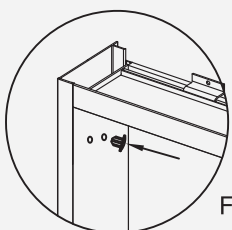

Fig 18
3. Complete los agujeros restantes con tapones de agujeros③ (Fig 18). Llene los demás agujeros de los clips de estante con tapas 14 decorativas